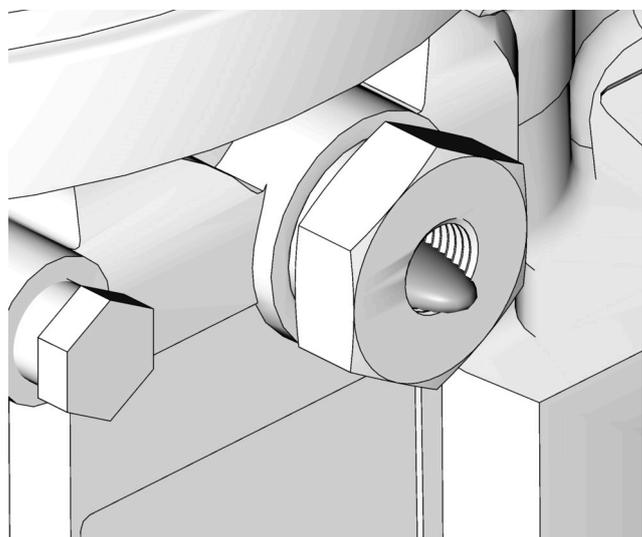

FIG. 16
2. Haga funcionar la bomba únicamente hasta que no dispense más aire con lubricante saliendo del accesorio de conexión del elemento (FIG. 16).